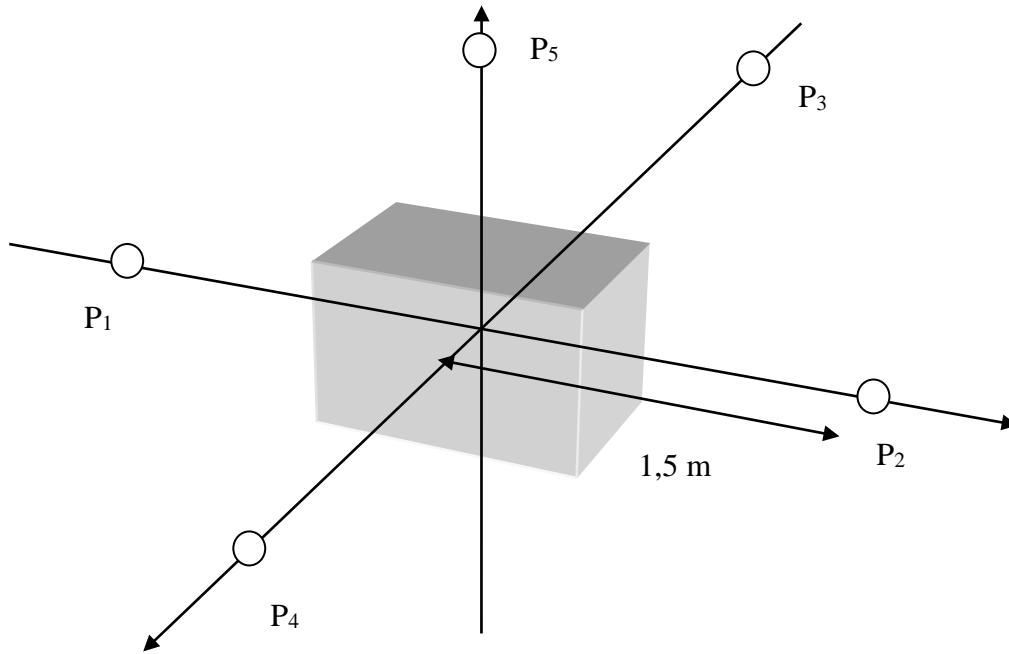

Figure 1. Protocole de mesure de la performance acoustique d'un encoffrement.
- La figure 1 illustre le protocole de mesure : l'encoffrement sera installé sur un support à 1m environ du sol, des matériaux acoustiques seront placés au sol pour minimiser l'effet des réflexions. La mesure de pressions sonores P_i sera effectuée aux 5 positions indiquées sur la figure 1. Les points de mesure seront à une distance fixe de 1.5m environ du centre géométrique de l'encoffrement.